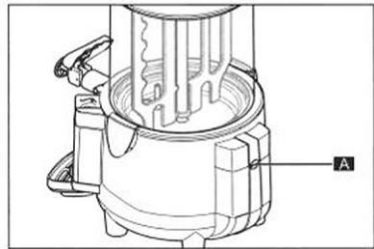

Fig. 2
4. Retirer à l'aide d'un outil adapté la vis de sécurité (A) (fig. 2).